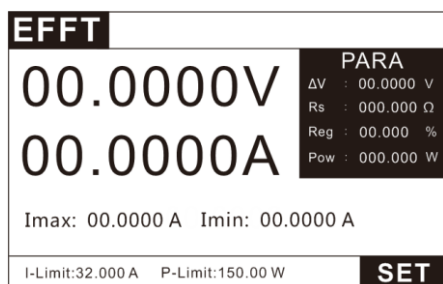

图 3.11 EFFT 模式测试界面
EFFT 测试界面图 3.11。
- 2、如图 3.11 在 EFFT 界面下，按 **SET** 键进入设置界面。